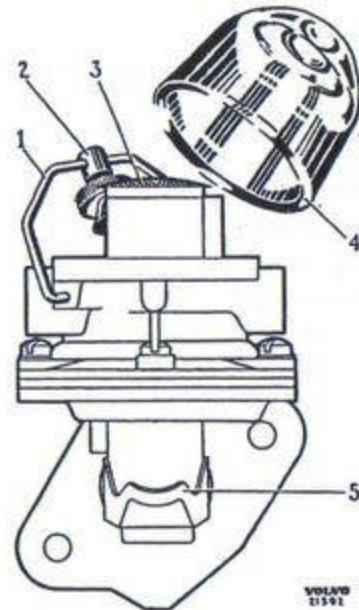

Bild 18. Bränslepump.
1. Lossa skruven och för bygeln åt sidan. Ta bort glasskålen och filtret (bild 18).